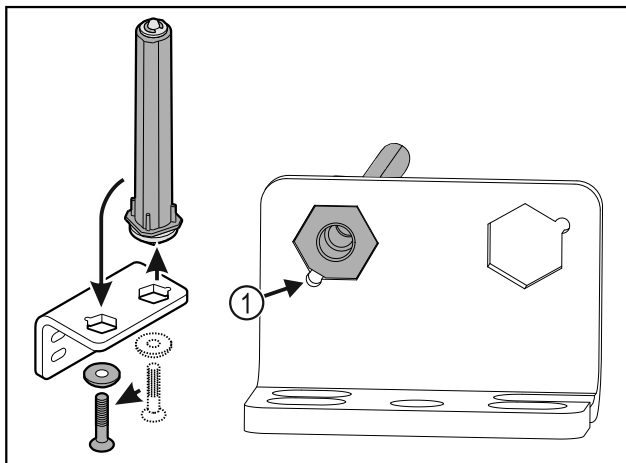

Fig. 38
- ▶ Звертати увагу на те, щоб при вставці нахил пальця Fig. 38 (1) показував на круглий отвір.